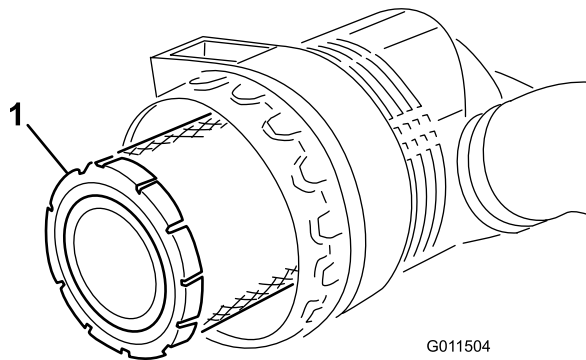

Figure 54
4. Déposez et remplacez le préfiltre (Figure 54).